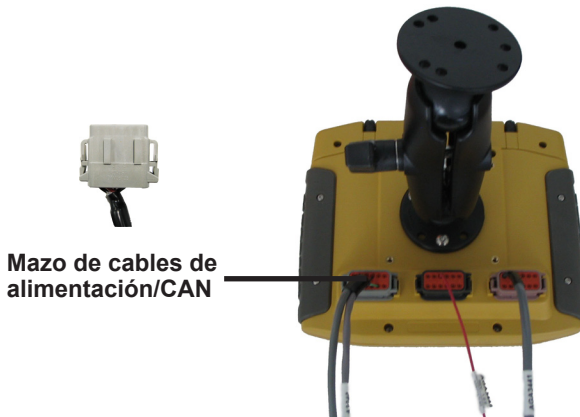

Figura 5-8. Conecte el mazo de cables de alimentación/CAN al puerto de conexión codificado por color
1. Conecte el conector Deutsch del mazo de cables de alimentación/CAN al puerto de la izquierda (figura 5-8). Este mazo de cables suministra voltaje positivo al sistema 110/150.